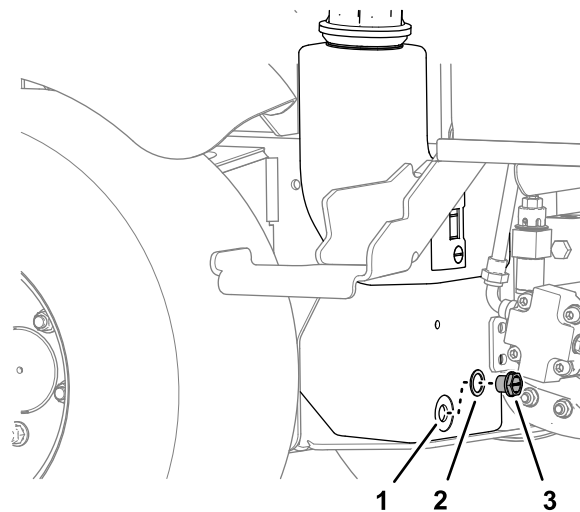

Figura 72
- Coloque un recipiente debajo del depósito hidráulico, retire el tapón de vaciado del depósito y drene por completo el fluido hidráulico (Figura 72).